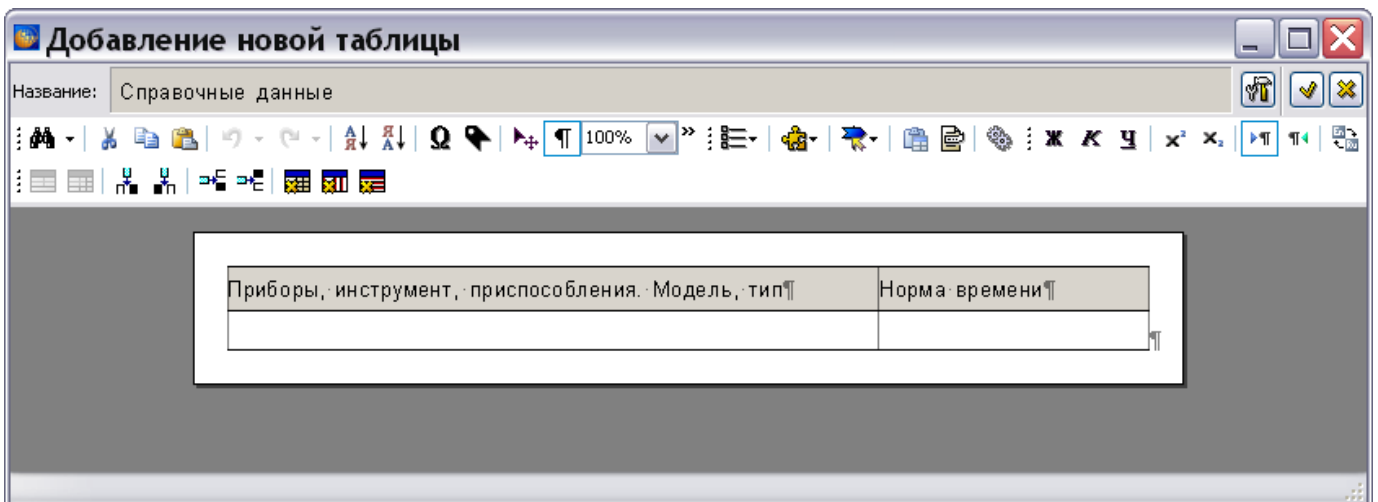

Рисунок 902
7) Закройте окно **Просмотр таблицы**. В диалоговом окне **Свойства таблицы** нажмите на кнопку **Применить**. При этом появится диалоговое окно **Добавление новой таблицы** (рисунок 902).